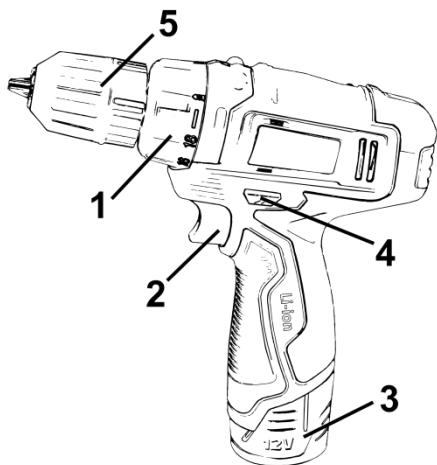

Рисунок 1
5.1.2 Установите необходимый крутящий момент с помощью кольца регулятора момента затяжки (1) (смотрите рисунок 1).
5.3 Для включения изделия нажмите на клавишу выключателя (2) (рисунок 1). Для отключения изделия следует клавишу отпустить. Регулировка скорости вращения патрона осуществляется степенью нажатия на клавишу выключателя.